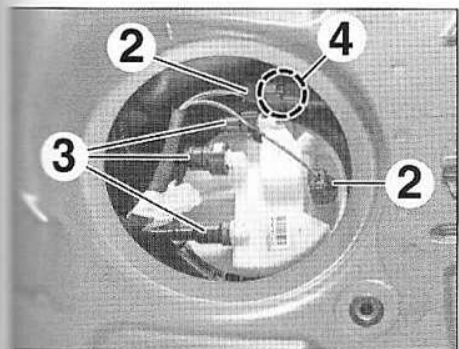

FIG.46
- Débrancher (Fig.46) :
- les connecteurs (2),
- les raccords (3).
- Dégrafer le faisceau (4).